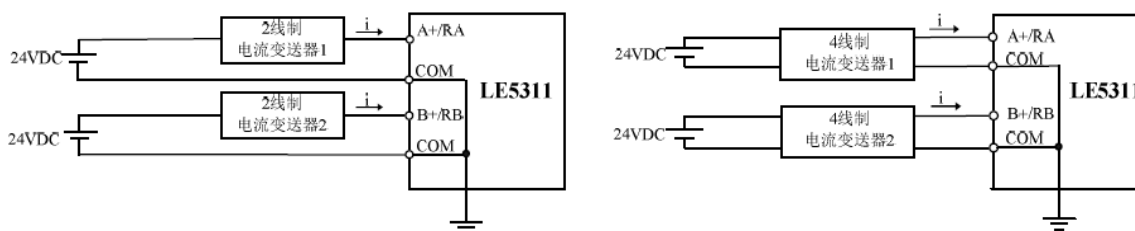

图 92 二线制和四线制接线
- 图 92 为 2 线制和 4 线制电流变送器的连接方式，变送器由外部电源供电，也可以根据电源容量要求，选择使用 CPU 模块 24VDC 的输出电源。